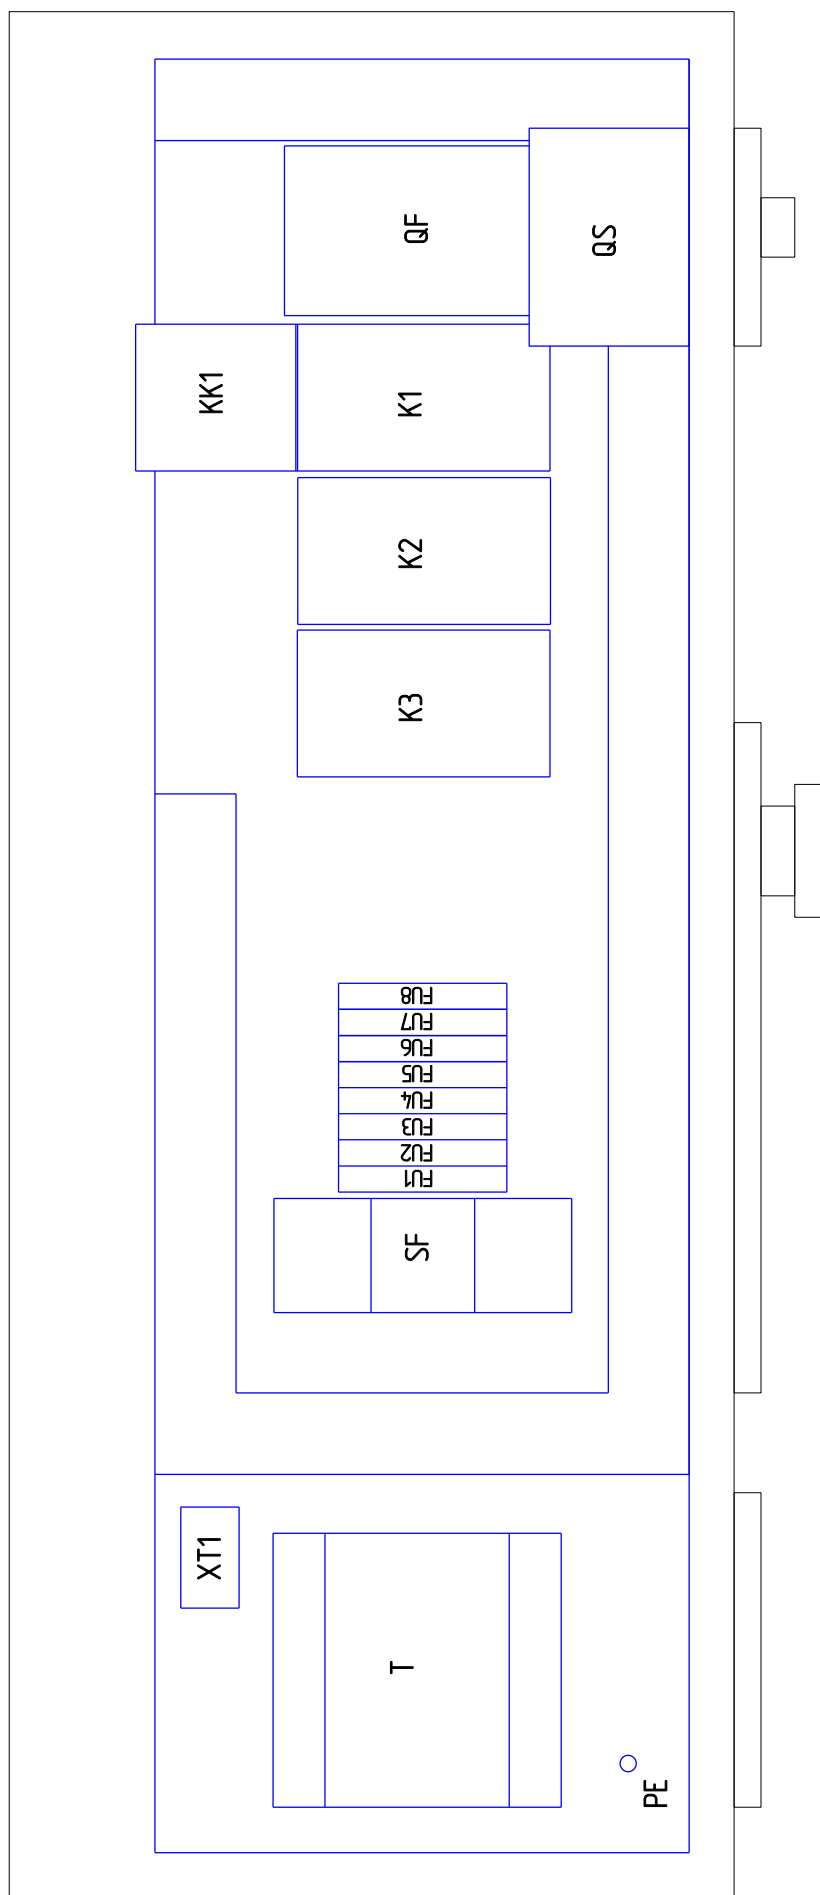

Рисунок 7 – Блок схема платы монтажной
**14 - Шкаф с электроаппаратурой** (см. рисунок 1 или 2, или 3) представляет собой короб закрытого типа с установленной платой, на которой смонтирована пускорегулирующая аппаратура и устройства защиты (блок-схема см. рисунок 7), доступ к которым осуществляется путем демонтажа верхней панели корпуса и крышки шкафа.
- 4) Плавкие предохранители FU1- FU8 - (см. рисунок 7) защита цепей управления и сигнализации;